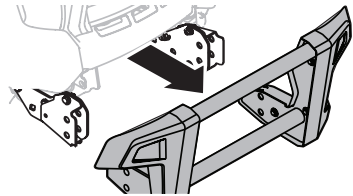

Figura 58
2. Ahora ya se puede extraer el conjunto de protección del cepillo. Consulte la Figura 58.